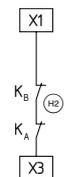

Fig. 10
**Inicio/arranque automático (véase fig. 10)**